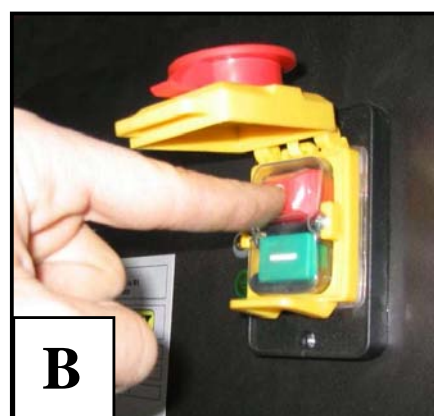

Figura 27 – Arresto delle levigatrici (A: Art. 0505 – B: Art. 0662).
Viceversa, per arrestare le levigatrici, premere il pulsante rosso, marcato con il simbolo (0), come riportato nella figura 27.
5. Terminata la lavorazione, spegnere la macchina premendo il pulsante rosso di stop (figura 27).
4. Terminata la lavorazione, spegnere la macchina premendo il pulsante rosso di stop (figura 27).